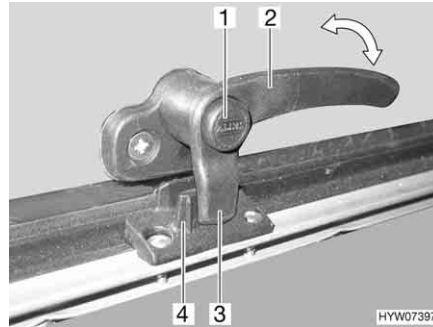
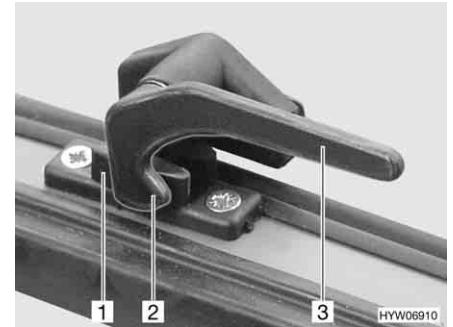

Fig. 97 Levier de verrouillage avec bouton de sécurité en position "Fermé"
Fig. 98 Levier de verrouillage en position "Fermé"
- S'il existe, appuyer sur le bouton de sécurité (Fig. 97,1) et le maintenir enfoncé.
- Tourner tous les leviers de verrouillage (Fig. 97,2 ou Fig. 98,3) d'un quart de tour vers le centre du lanterneau.
- Tourner tous les leviers de verrouillage (Fig. 97,2 ou Fig. 98,3) d'un quart de tour vers le cadre. Le tenon de verrouillage (Fig. 97,3 ou Fig. 98,2) repose sur le côté intérieur du verrouillage du lanterneau (Fig. 97,4 ou Fig. 98,1).
- En position "Fermé" (Fig. 97 et Fig. 98)